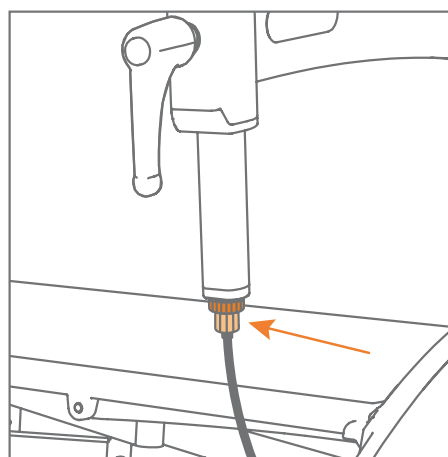

Figure 57: Détail du réglage du frein via le boulon de réglage en haut, juste en dessous du boulon de protection.
- b.** Dévissez le boulon de protection en haut. Tirez le câble vers le bas pour le rendre plus facile. Cela vous permet d'avoir de la place directement en dessous pour plus visser ou pour dévisser le boulon de réglage **(Figure 57)**.
Le Rollz Motion a des pneus solides faits de mousse EVA et PU, mais le Rollz Motion Performance a quatre pneumatiques. Ces pneumatiques sont maintenus à une pression adéquate en les vérifiant régulièrement et en les gonflant si nécessaire (**Figure 57**). Les chambres à air sont équipées d'une valve pour cyclomoteur ou voiture.